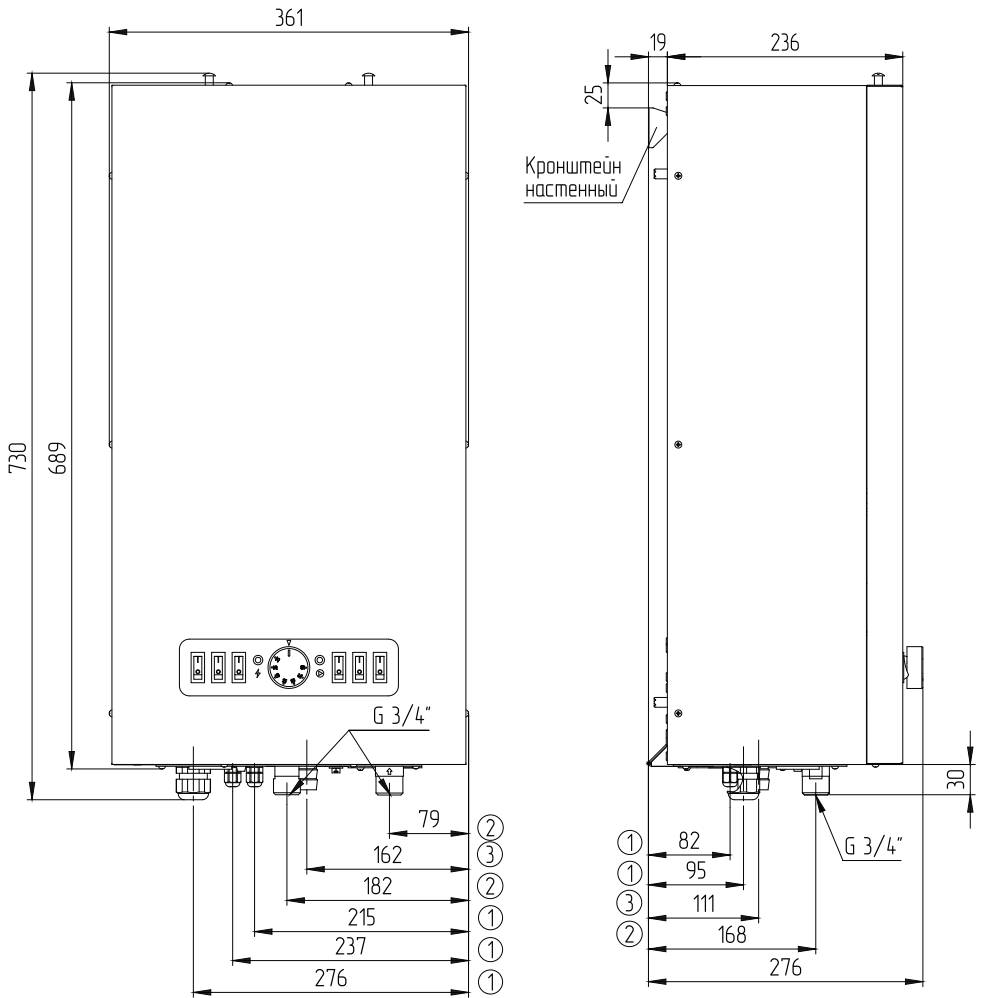

Рис.14 Габаритные и присоединительные размеры
- Подсоединить котел к системе отопления. Габаритные и присоединительные размеры котлов указаны на **Рис.14**;